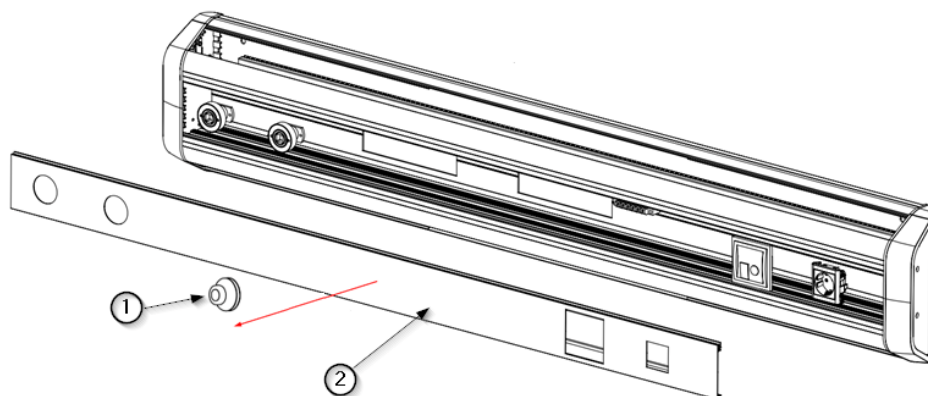

Fig.3 Démontage du couvercle central de la rampe à gaz
- Retirez le couvercle avant ② à l'aide de la ventouse ① comme indiqué dans la figure 3 pour révéler les entrées de gaz préinstallées sur l'appareil.